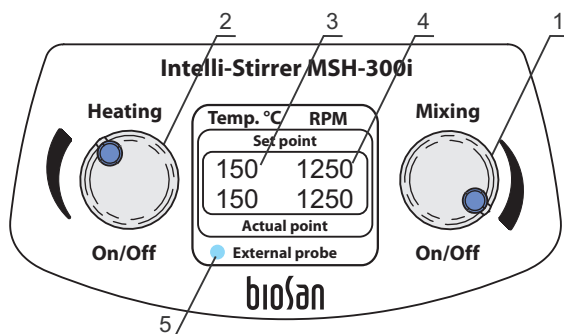

Рис. 2. Рабочая панель
- в верхней строке (**Set point**) – индикатор режима нагрева (OFF) или ранее установленные значения температуры (рис. 2/3) плиты или жидкости (если активирован внешний датчик) и скорости магнитного перемешивающего элемента (рис. 2/4);
- 4.5. Регулятором **Heating** (рис. 2/2) включите нагрев и установите необходимую температуру (в диапазоне от +30°C до + 330°C).
Зажигание индикаторной лампы **External probe** на панели управления (рис. 2/5) свидетельствует о том, что температурный контроль осуществляется через внешний датчик.
Используя **Heating** регулятор включите режим нагрева (рис. 2/2) и установите необходимую температуру жидкости (в диапазоне от 20°C до 150°C).
Внимание! Мигание индикаторной лампы (рис. 2/5) свидетельствует о том, что внешний датчик не погружен в жидкость и температура плитки достигает максимума: +340°C. Это может привести к аварийной ситуации. Необходимо подгрузить внешний датчик в жидкость или выключить прибор.
- 4.8. Используя регулятор **Mixing** (рис. 2/1) включите режим перемешивания и установите необходимую скорость перемешивания (100–1250 об/мин).